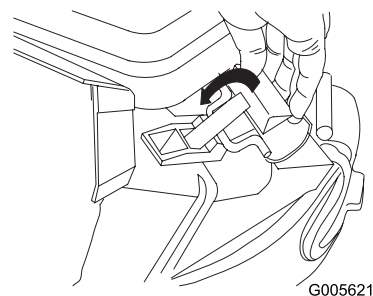

Figura 25
4. Tirate indietro la stegola finché il fermo non si blocca nella tacca presente sul fermo dello sportello del cesto (Figura 25).